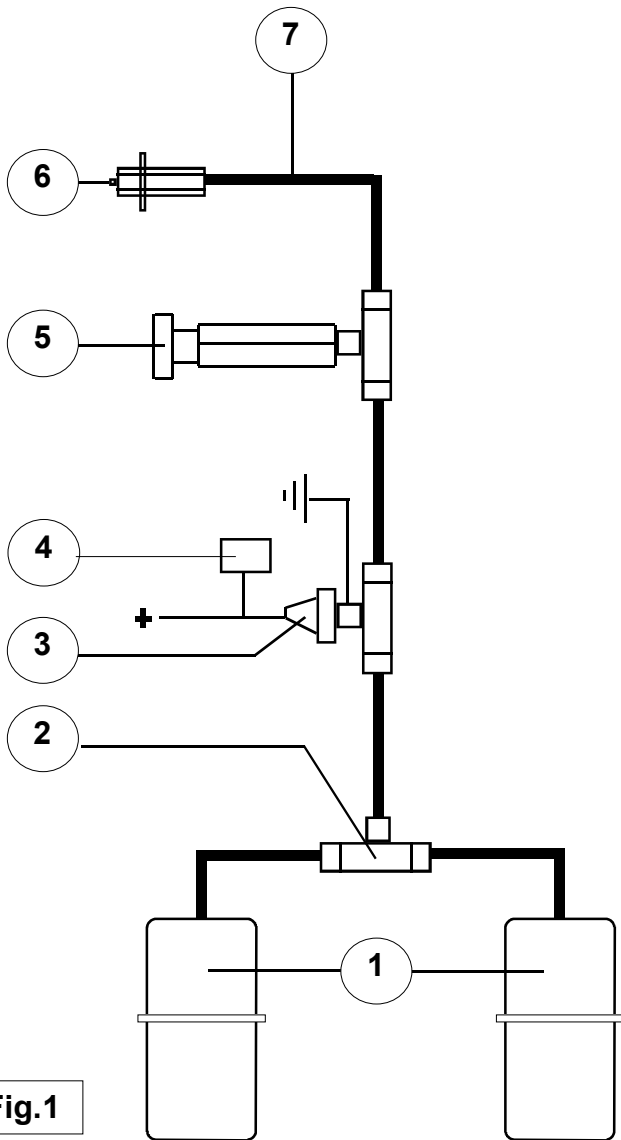

Fig.1
1. La suspension interactive MAD est raccordée conformément au schéma (voir fig.1.).